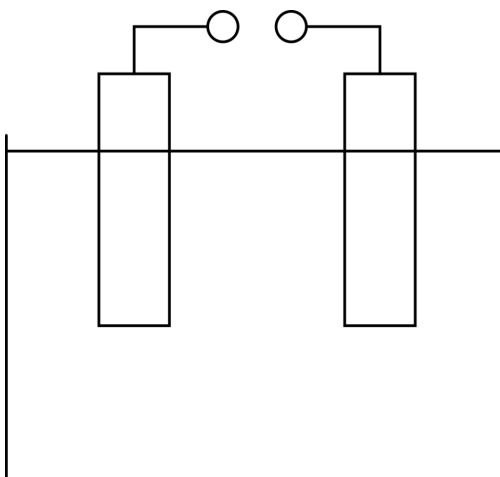

Abb. 1: Leere Skizze einer Elektrolysezelle.
- 1 Skizzieren** Sie in **M2 Abb. 1** schematisch die Elektrolysezelle bei einer elektrolytischen Raffination von Kupfer so genau wie möglich. Berücksichtigen Sie in ihrer Skizze auch die unedleren und edleren Metalle im Rohkupfer. Beschriften Sie ihre Skizze.